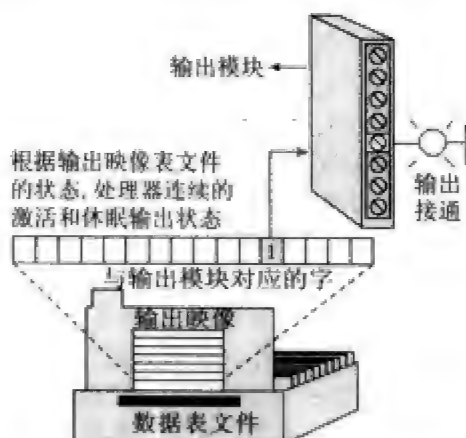

图 5-5 典型输出映像表文件的连接
输出映像表文件是一个位数组, 它控制连接到输出接口电路的数字输出设备的状态。图 5-5 显示了一个灯通过输出模块与输出映像表文件的典型连接。灯的 ON/OFF 状态通过用户程序控制, 通过 1 (ON) 和 0 (OFF) 来指示。每个连接的输出在输出映像表文件中